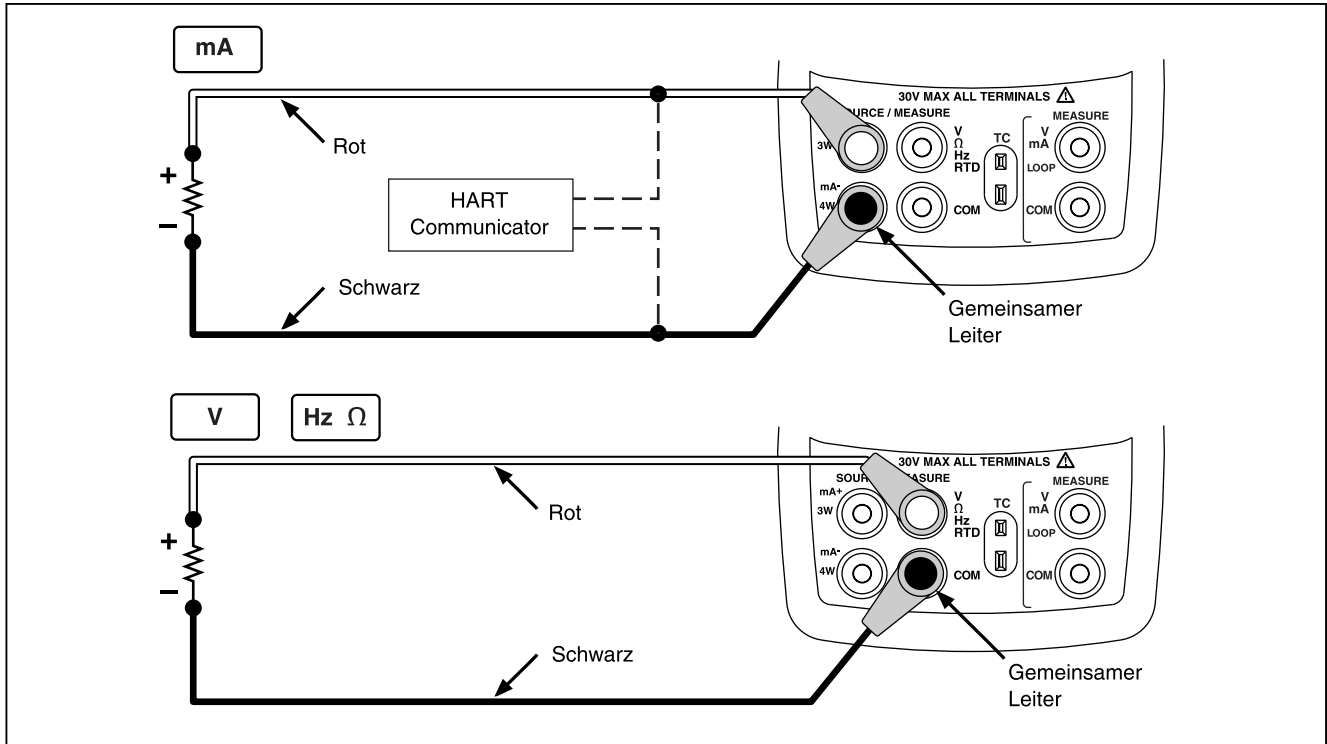

Abbildung 15. Verbindungen zum Quellen der elektrischen Parameter
1. Die Messleitungen abhängig von der Quellenfunktion gemäß Abbildung 15 anschließen.